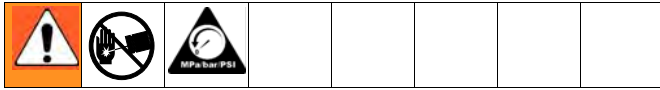

**FIG. 12: Método correcto de pulverización**
- Use pasadas uniformes y paralelas a través de la superficie a ser pulverizada con un 50% de superposición. Vea la FIG. 12.